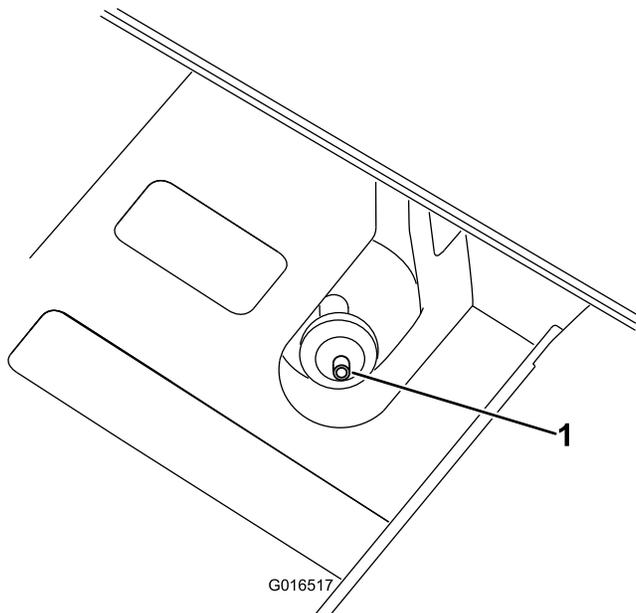

Figure 25
1. Localisez le filtre à air au bas de la cartouche à charbon actif (Figure 25).